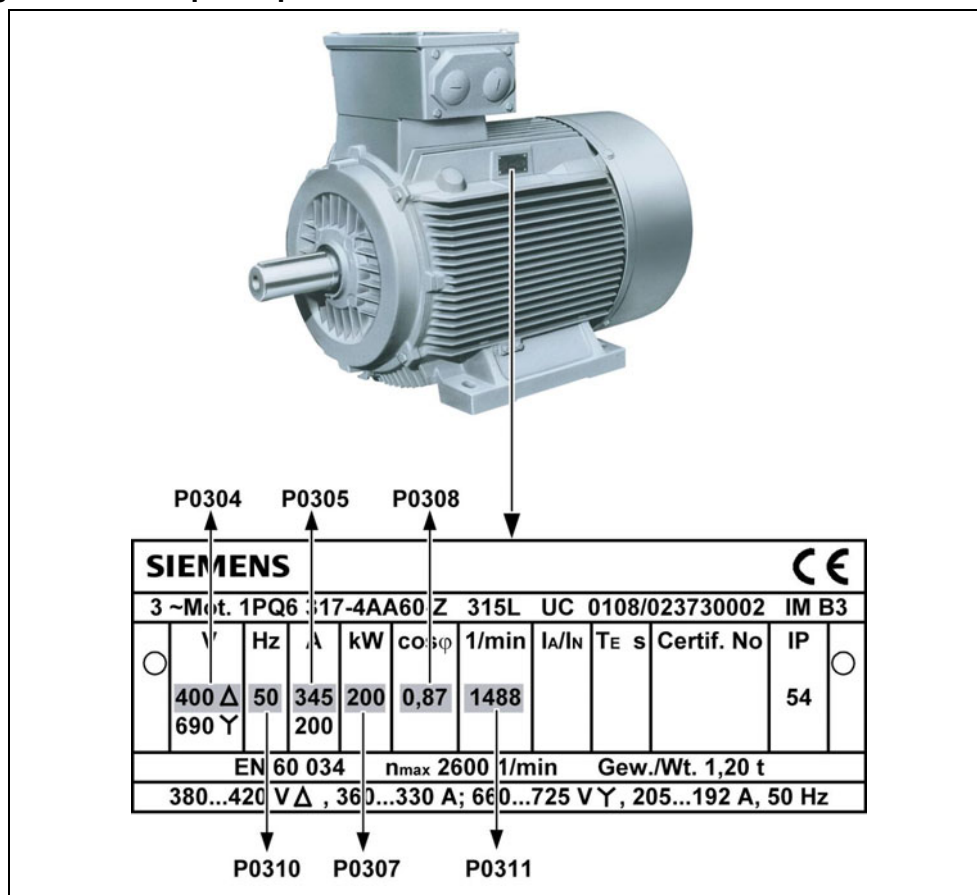

Figura 3-8 Esempio tipico di targhetta con i dati caratteristici del motore
3. L'inverter viene programmato in fabbrica per applicazioni standard su motori quadripolari Siemens di serie con le sue stesse caratteristiche di potenza nominale. In caso di impiego di altri motori sarà necessario immettere i dati caratteristici riportati sulla rispettiva targhetta. Si veda la Figura 3-8 per i particolari di lettura dei dati caratteristici motore.